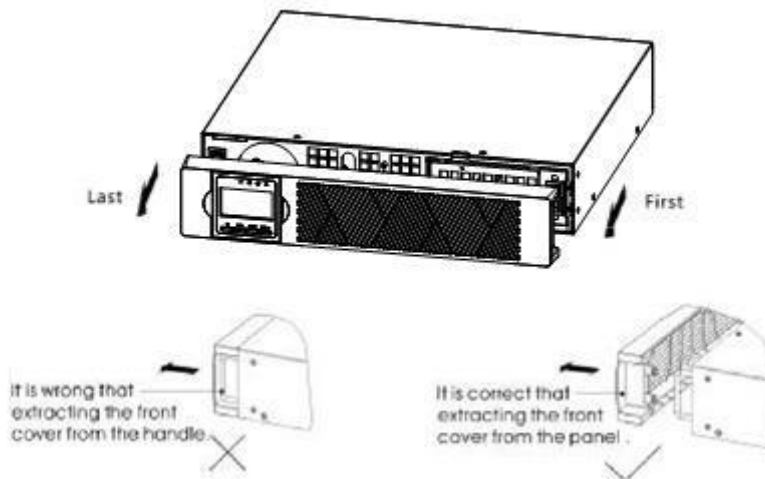

Abbildung 8: Abnehmen der vorderen Abdeckung des EBP
(1) So installieren Sie das/die optionale(n) EBP(s) für eine USV
- a) Entfernen Sie die vordere Abdeckung jedes EBP und jeder USV (siehe Abbildung 8).